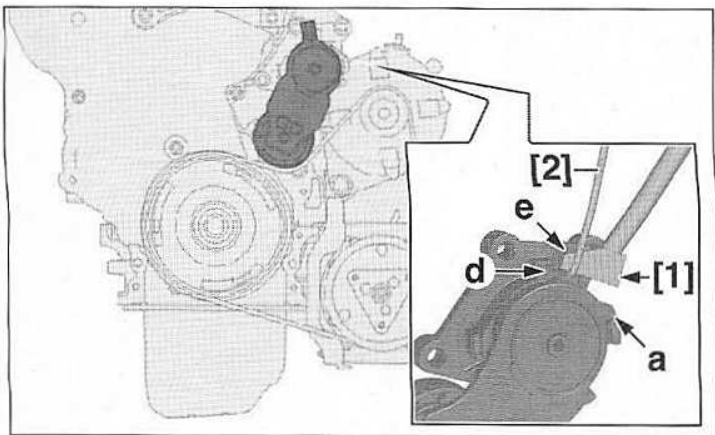

FIG.9
- Positionner l'outil [1] en (e) (Fig.9).